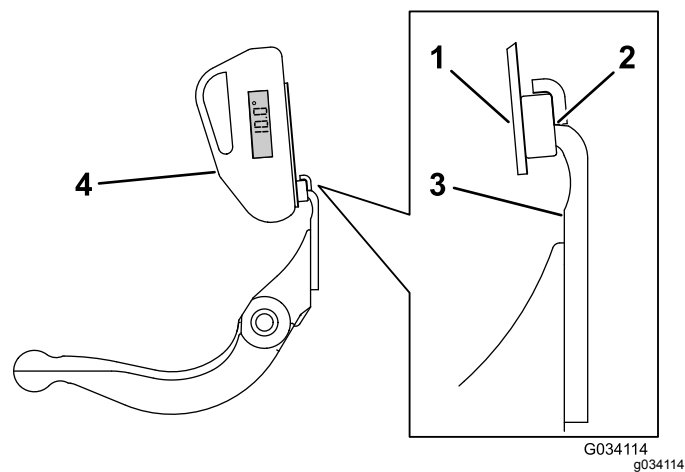

Figura 25
4. Coloque o indicador de ângulo na montagem, como se mostra na Figura 25.
3. Coloque a montagem do indicador de ângulo na extremidade da lâmina de corte para que a extremidade do ímã fique alinhada com a extremidade da lâmina de corte (Figura 25).